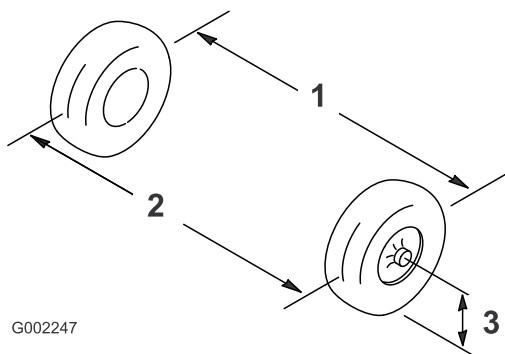

Figure 51
2. Mesurez la distance entre les roues avant à hauteur d'essieu, à l'avant et à l'arrière des roues (Figure 51).